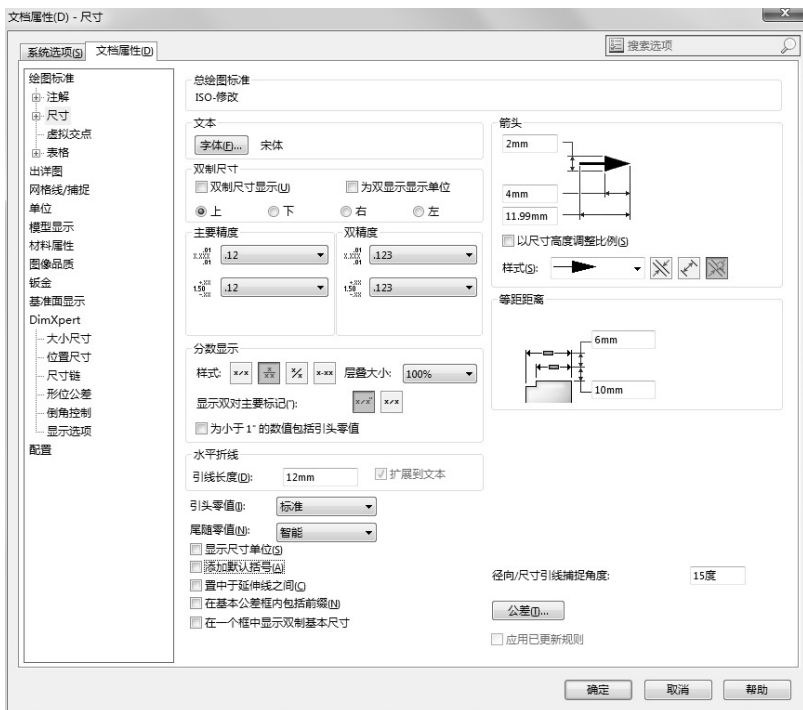

图 3-76 尺寸标注属性设置
- [2] 单击【工具】/【选项】/【文件属性】/【尺寸】，改变尺寸标注选项以满足要求，设置尺寸标注属性如图 3-76 所示。